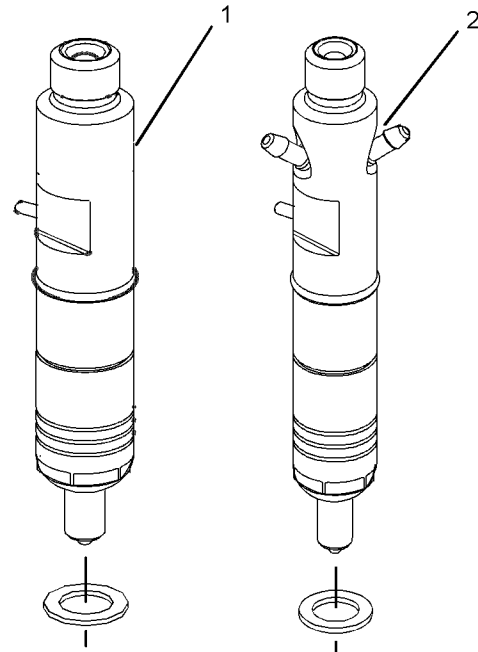

Ilustración 47
El inyector de combustible (1) en la ilustración 47 no tiene retorno de combustible. El inyector de combustible (2) tiene un retorno de combustible.